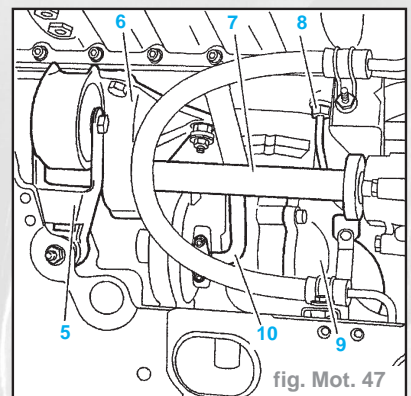

fig. Mot. 47
- la biellette anticouple (5) (fig. Mot. 47)
- la transmission droite (7)
- le palier (6)
- le conduit d'entrée (9) des gaz d'échappement dans le turbocompresseur
- le tube (8) d'arrivée pression d'huile
- le tube (10) de retour pression d'huile